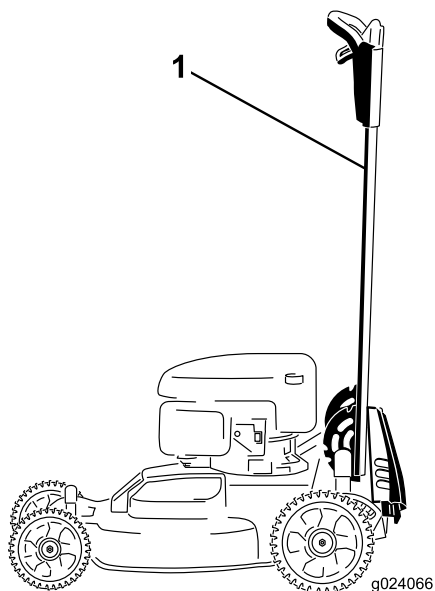

Figura 1
1. Bloquee el manillar en la posición vertical (Figura 1); consulte Ajuste de la altura del manillar en el *Manual del operador*.